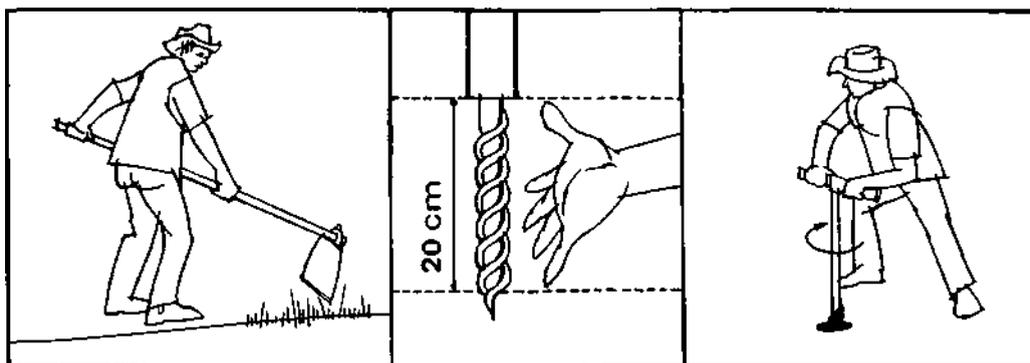

fig. 3
- Gire o trado para entrar na terra ate a marca de 20 centímetros, que corresponde a mais ou menos um palmo (fig. 3).